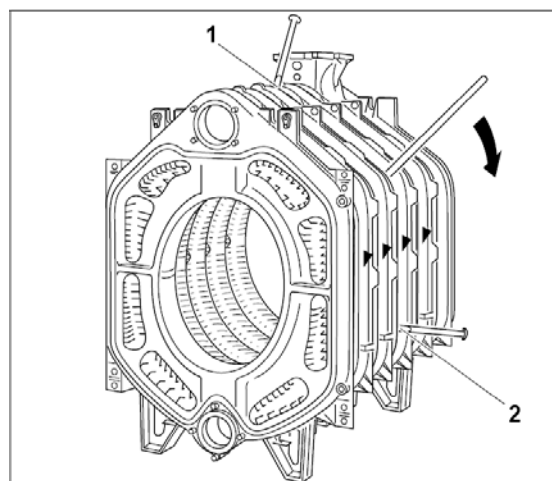

Fig. 24
- Dela pannan på det otäta stället genom att driva (slå) flata kilar eller mejslar in på de avsedda ställena (Fig. 24, **pos. 1 och 2**) ovanför och nedanför mellan sektionerna.